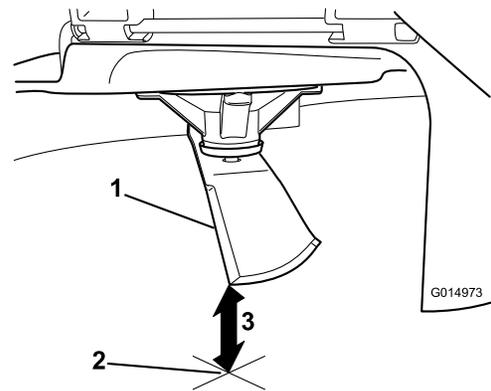

Figura 78
5. Mida desde la punta de la cuchilla hasta la superficie plana (Figura 78).